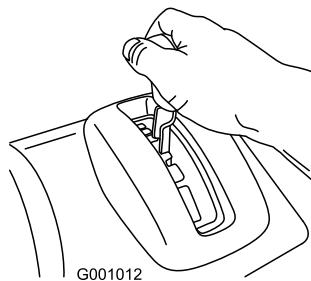

Figure 13
- Placez le levier sélecteur de vitesse à la position de marche avant voulue, en veillant à bien l'engager dans le cran (Figure 13).